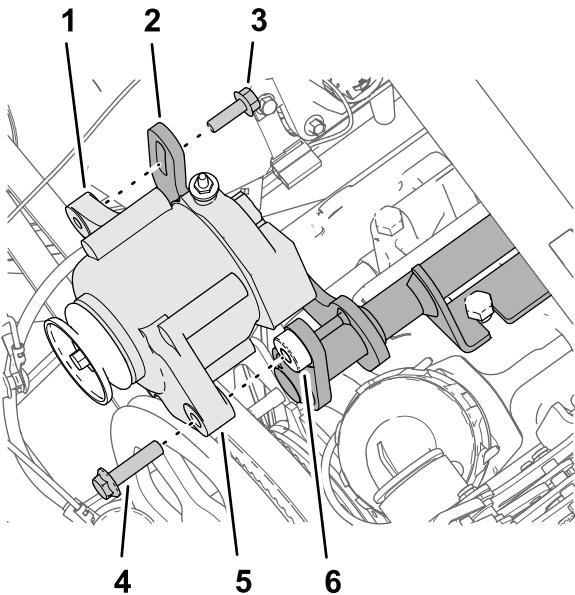

Figura 182
1. Montate l'alternatore (60 A) sull'attacco filettato della staffa dell'alternatore (Figura 182) con il bullone a testa flangiata (3/8" x 1 1/2").
2. Montate la flangia filettata dell'alternatore sulla flangia scanalata della staffa dell'alternatore (Figura 182) con il bullone a testa flangiata (8 x 25 mm).